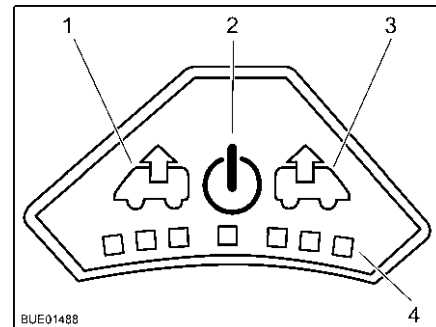

Fig. 95 Panneau de commande du ventilateur
Mise en marche : ■ Appuyer sur la touche Marche/Arrêt (Fig. 95,2). Le ventilateur fonction en mode confort (aération à faible vitesse de rotation).
Ventiler : ■ Pour augmenter la vitesse de rotation du ventilateur, appuyer sur la touche Ventiler (Fig. 95,1). La vitesse de rotation du ventilateur augmente d'un niveau de puissance dans le sens de l'échappement. Les DEL (Fig. 95,4) montrent les niveaux de puissance.
■ Pour réduire la vitesse de rotation du ventilateur, appuyer sur la touche Aérer (Fig. 95,3). La vitesse de rotation du ventilateur diminue d'un niveau de puissance.
- Pour augmenter la vitesse de rotation du ventilateur, appuyer sur la touche Aérer (Fig. 95,3). La vitesse de rotation du ventilateur augmente d'un niveau de puissance dans le sens de l'aération. Les DEL (Fig. 95,4) montrent les niveaux de puissance.
- Pour réduire la vitesse de rotation du ventilateur, appuyer sur la touche Ventiler (Fig. 95,1). La vitesse de rotation du ventilateur diminue d'un niveau de puissance.
- Appuyer sur la touche Marche/Arrêt (Fig. 95,2). Le ventilateur s'arrête, les DEL s'éteignent.